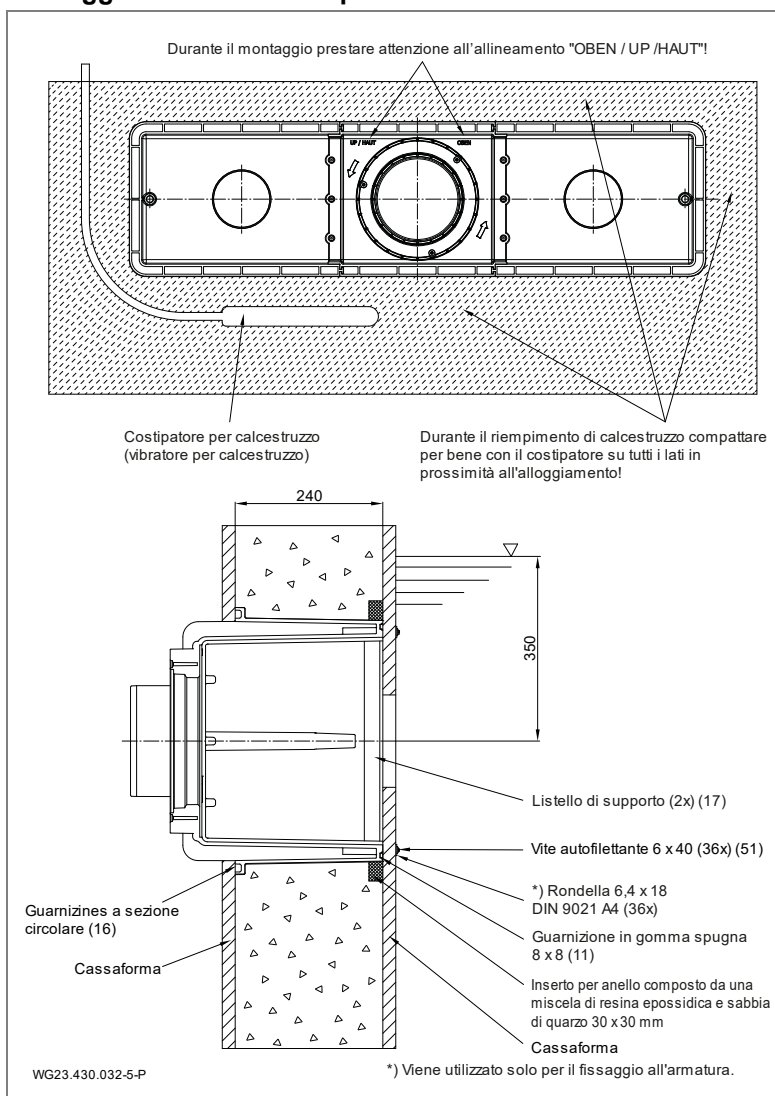

Fig. 5
Per l'impermeabilizzazione della parete in calcestruzzo, si consiglia di creare un anello circonfferenziale di resina epossidica/sabbia di quarzo sulla parete esterna dell'alloggiamento (1) sul lato della vasca. Vedere "Fig. 5" a pagina 22.